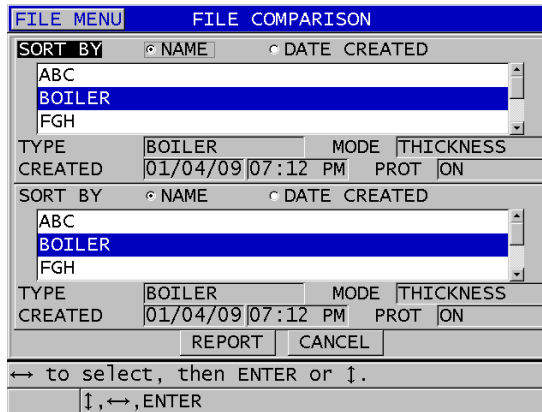

図 11-33 ファイル比較レポート画面
6. ファイル比較画面で、次の操作を行います (225 ページの図 11-33 を参照) :